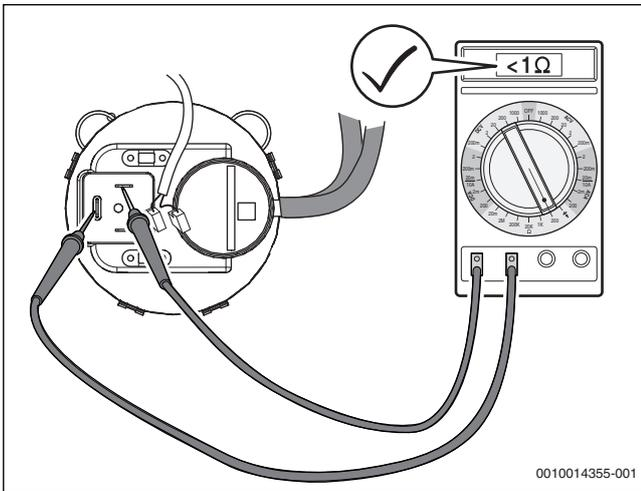
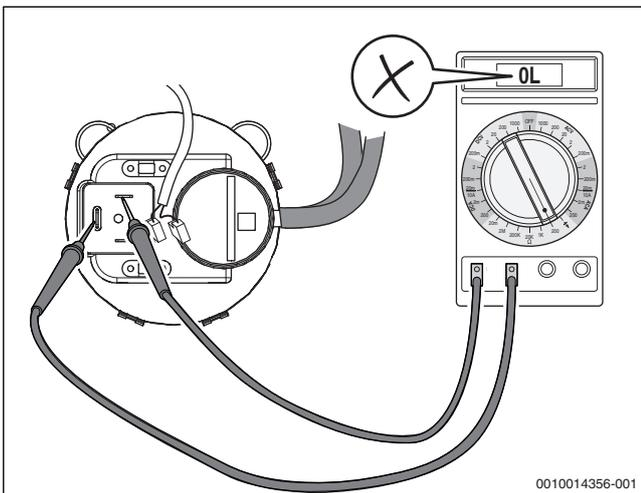

Bild 67 Differenzdruckwächter auf Durchgang prüfen (Differenzdruckwächter in Ordnung)
Bild 68 Differenzdruckwächter auf Durchgang prüfen (Differenzdruckwächter **nicht** in Ordnung)
- ▶ Elektrische Anschlussleitungen am Differenzdruckwächter abziehen und Widerstand an den Kontakten messen (→Bild 67). Wenn der gemessene Wert $< 1 \text{ Ohm}$ beträgt (oder Signalton, je nach Messgerät), ist der Differenzdruckwächter in Ordnung. Wenn kein Wert oder ein Widerstand $> 1 \text{ Ohm}$ angezeigt wird (→Bild 68), Differenzdruckwächter austauschen.